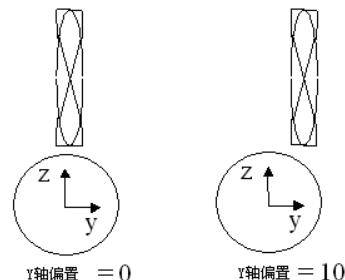

图 2-156 Y 轴偏置
**【Y 轴偏置】：**为了避免球头刀具刀尖点切削工件，将刀具向 Y 轴方向偏移一个距离，如图 2-156 所示。